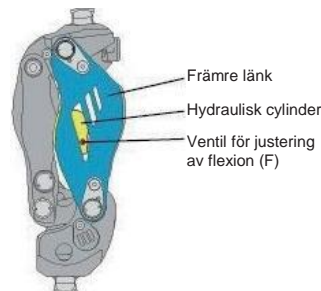
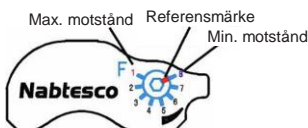

Fig. 11 Placering av ventilen för justering av flexion
Fig. 12 Graderad skala för ventilen för justering av flexion
Justera först flexionsmotståndet. Som visas i fig. 11 är flexionsjusteringsventilen (F) placerad till höger sett från användaren. Som visas i fig. 12 är skalan graderad från "1" till "8". "1" motsvarar det högsta hydrauliska motståndet och "8" motsvarar det lägsta. (Referens) Fabriksinställning: "8" Använd en 2 mm sexkantsnyckel för att justera ventilen. Sätt i nyckeln från det lägsta hålet i frontlänkens sidoyta.